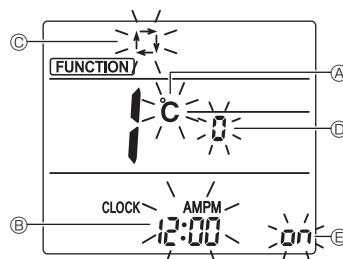

Fig. 4-11
3.Compruebe que se muestra la función N.º “1”, y luego pulse el botón ③. Se visualizará la pantalla de configuración de la visualización de Pantalla. (Fig. 4-11)
4.12.2. Cambiar la unidad de temperatura (Fig. 4-11 Ⓐ)
4.12.3. Cambiar la visualización de la hora (Fig. 4-11 Ⓑ)
4.12.4. Cambiar el modo AUTO (Fig. 4-11 Ⓒ)
4.12.5. Cambiar el N.º de par (Fig. 4-11 Ⓓ)